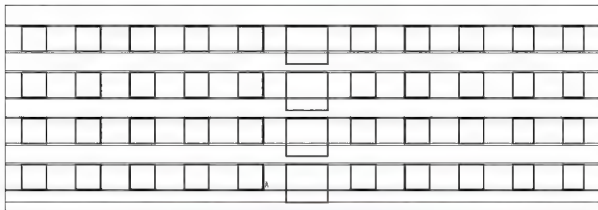

图 4.18 阵列生成⑥~⑦轴线之间的阳台门洞口
(2) 使用【阵列】命令生成⑥~⑦轴线之间 2~4 层的 3000mm×2700mm 阳台门洞口。阵列参数设定为 4 行、1 列、行偏移距离 3300mm, 结果如图 4.18 所示。